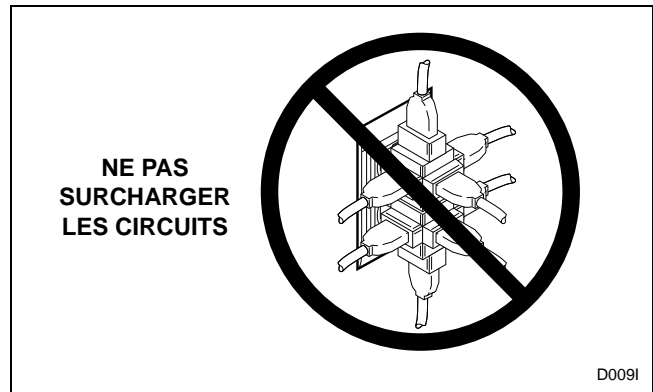

Figure 27
- NE PAS FAIRE FONCTIONNER D'AUTRES APPAREILS SUR LE MEME CIRCUIT LORSQUE CET APPAREIL EST EN MARCHÉ. NE PAS SURCHARGER LES CIRCUITS ! Se reporter à la *Figure 27*.